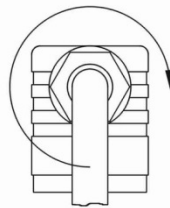

Abb. 11
- Drücken Sie das Innenteil ⑧ bis zum Einrasten in die Leitungsdose ②.
- Stecken Sie die Zentralschraube ⑥ in die Leitungsdose ② und ziehen Sie die Kabelverschraubung ⑤ an (→ Abb. 11).